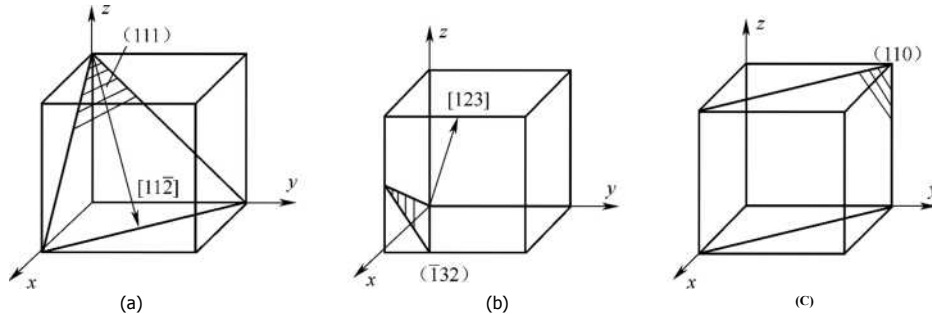

图 2-9
2. 在立方晶系中画出下列晶向指数和晶面指数的晶向和晶面(标明工、y、Z 轴的方向), 并计算面心立方晶体中(110)的面密度。(1) (111)与 [112] ; (2) (132)与 [123] 。[华中科技大学 2006 研]
答: (1) (111)与 [111]的晶向和晶面如图 2-9 (a)所示。
(2) (132)与 [123] 的晶向与晶面如图 2-9 (b)所示。
(3) 对面心立方晶体, 其(110)面如图 2-9 (C)所示, 可得其面密度为: